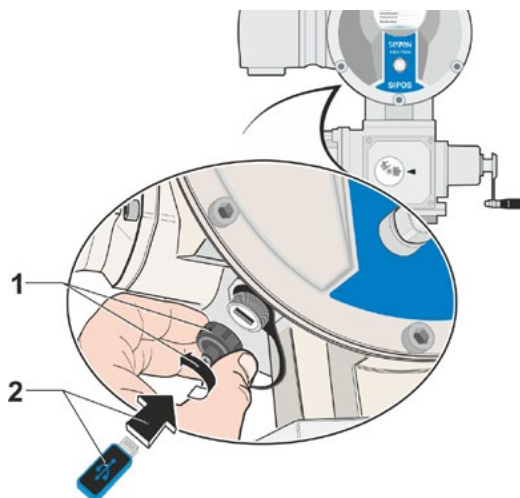

Fig. 1: Conectar pen USB
- Desparafusar, embaixo da unidade eletrônica, a tampa da conexão USB (fig. 1, pos. 1)
- Conectar o pen USB (pos. 2).